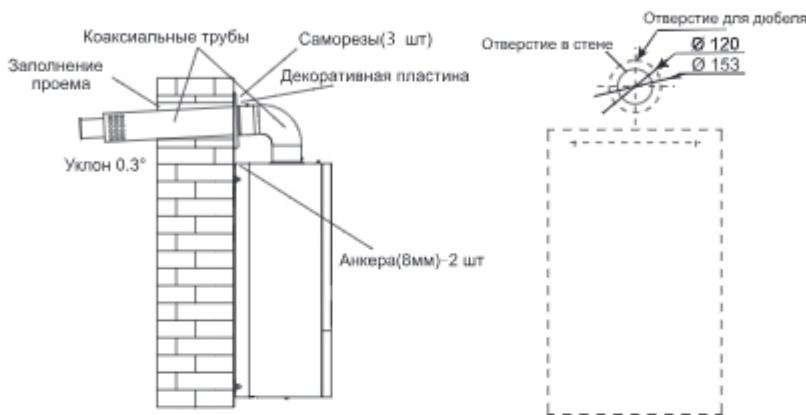

Рис.13
1) Задний выход дымохода (рис.13)